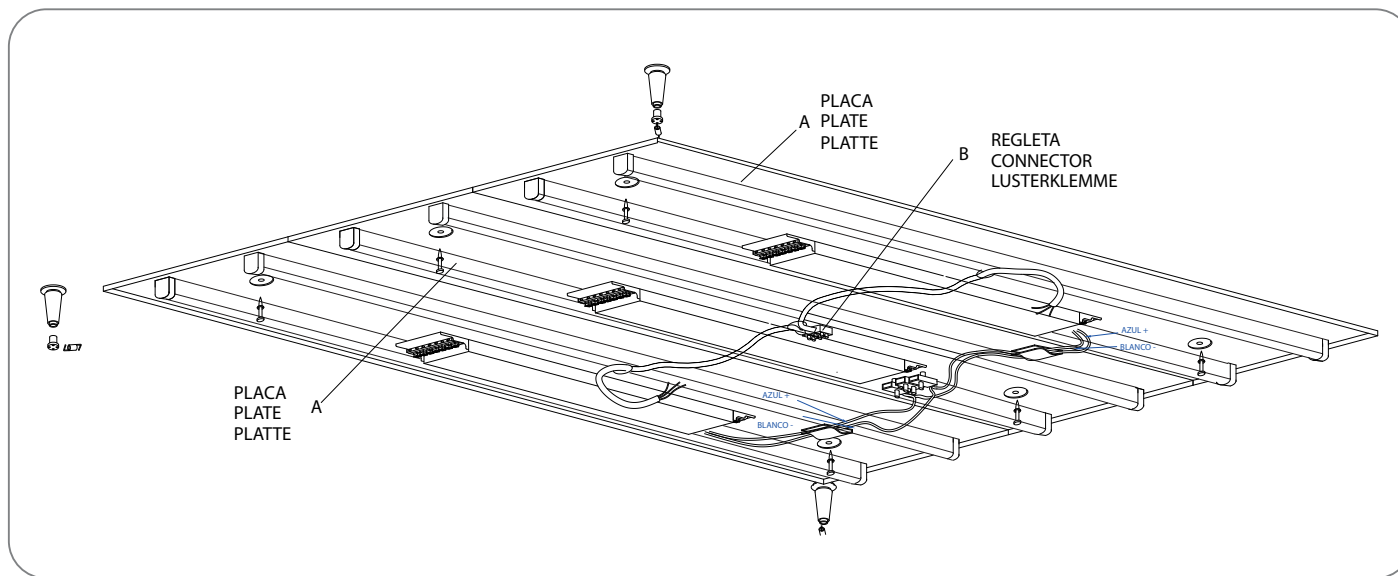

Fig.2
3. Colocar los conos C mediante tacos y tirafondos, como indica la fig 2 y RESPETANDO las medidas que indica la fig 3. **NOTA:** Utilizar la plantilla para el cálculo de las distancias de los conos, teniendo cuidado de hacer bien tope en el borde de la placa (fig 3). Estas medidas son **MUY IMPORTANTES** para que la tela quede correctamente colocada.